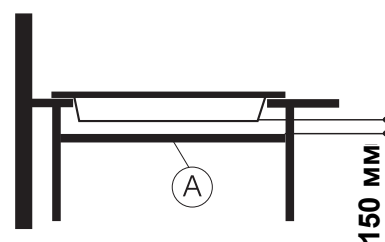

Рис. 5
- Если под газовой варочной поверхностью будет установлена горизонтальная перегородка «А», то расстояние между панелью и перегородкой должно быть не менее 150 мм (рис. 5).
3. Положить панель нижней стороной вверх и приклеить прокладку по периметру панели (рис. 5).